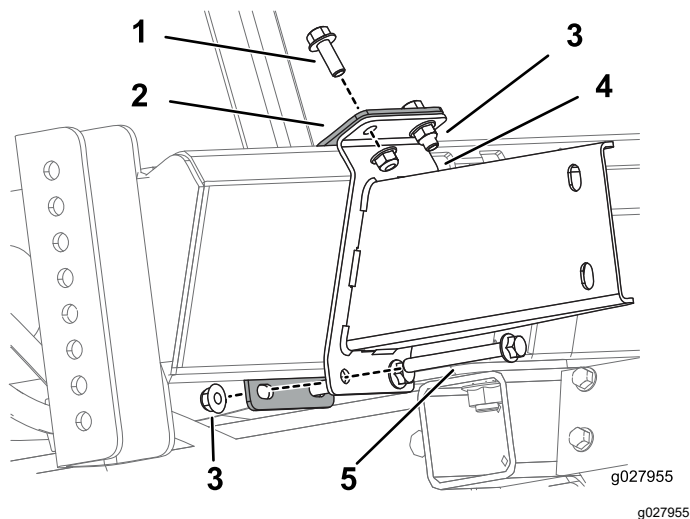

図 11
3. 図 11 のように、下側ブラケットと下側サポートブラケットを取り付けるボルト $\frac{3}{8}$ -16" 2本、ボルト $\frac{3}{8}$ -16 x $3\frac{1}{2}$ " 2本、フランジナット $\frac{3}{8}$ -16" 4個を使用する。